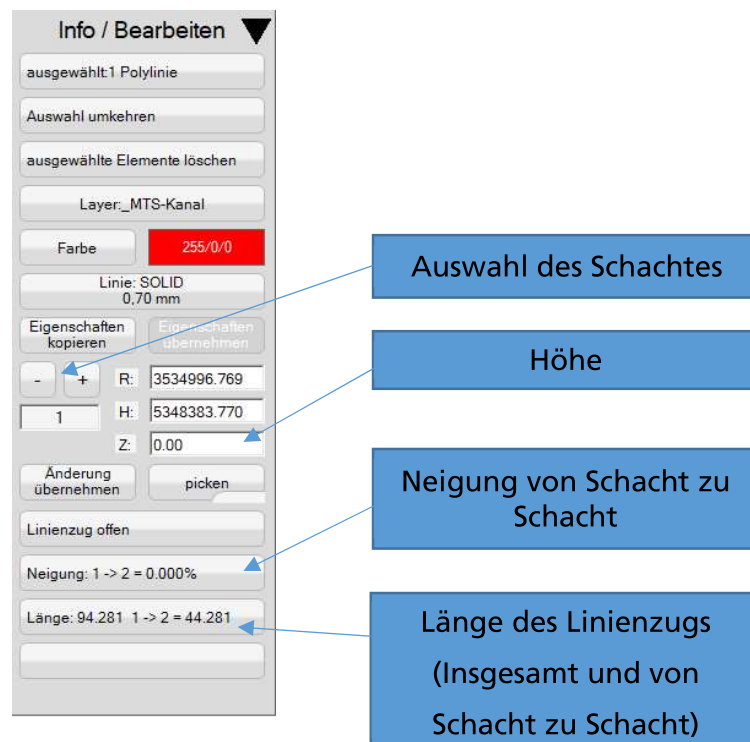

Abbildung 8
Schritt 4: Um den Linienzug mit einer Höhe zu versehen, muss das Fenster angeklickt werden. Ein Dialog-Fenster öffnet sich. Dieses Fenster kann geöffnet bleiben. Nun den gezeichneten Linienzug auswählen. Im Dialog-Fenster (Abb. 8) werden jetzt die Eigenschaften des Linienzugs angezeigt.